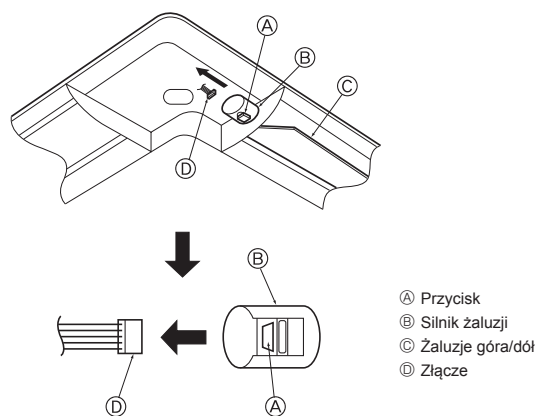

Rys. 5-15
- Nadmiar przewodów łączących czujnika i-See i odbiornika sygnału w skrzynce elementów elektrycznych należy zamocować w zacisku przewodu w sposób pokazany na schemacie, a następnie zamocować przewody razem za pomocą mocowania. (Rys. 5-15).